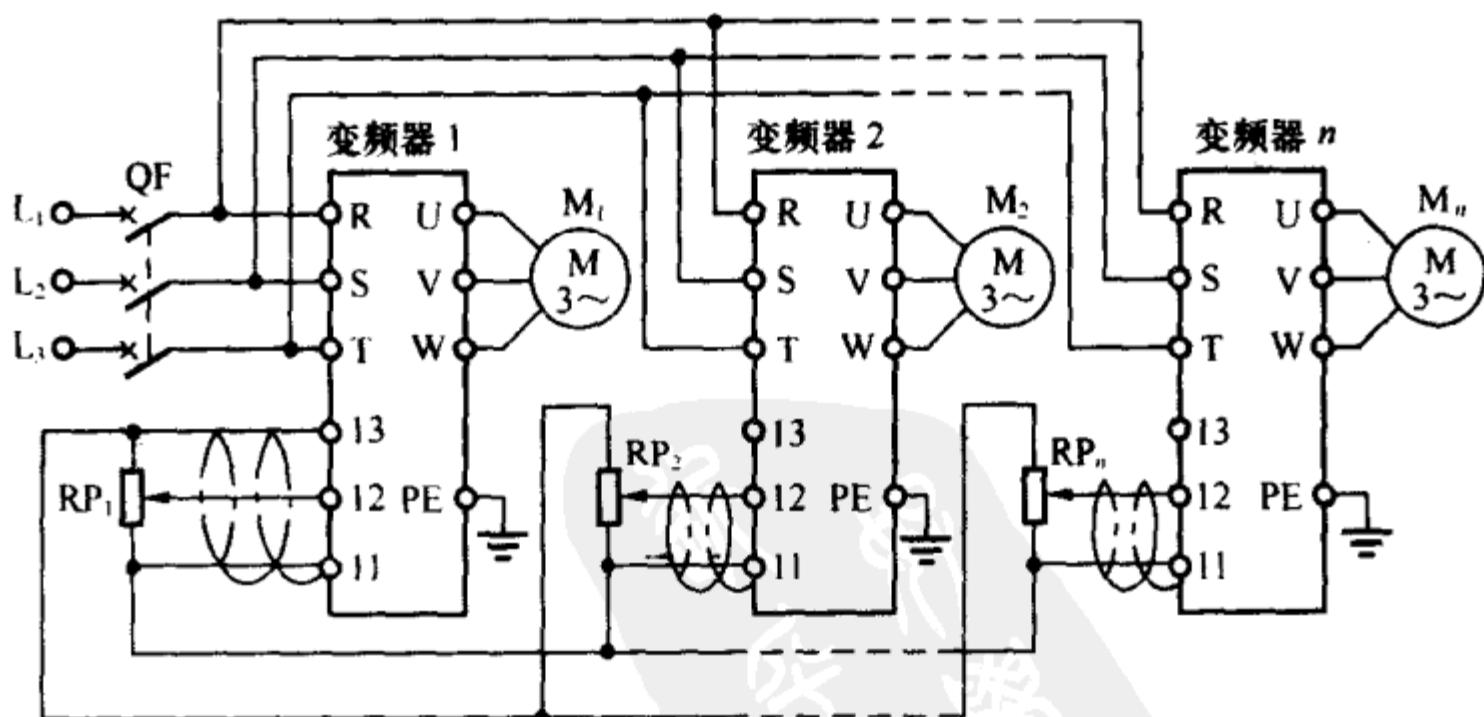

图 39 多台变频器同步控制多台电动机的线路(之一)
(1) 利用变频器内部直流电压(10V)及控制电位器进行控制。如果要求多台电动机以相同或不同转速运行，可按图 39 接线。分别调节各自变频器的电位器，即可调节对应那台电动机的转速，达到同步运行的目的。如果要求多台电动机以不同转速运行，但以同比例升、减速(第一台电动机 M₁ 的转速比其余电动机高)，只需将其余各台电动机所对应变频器电位器的上端接到第一台变频器电位器 RP₁ 的中心端即可。